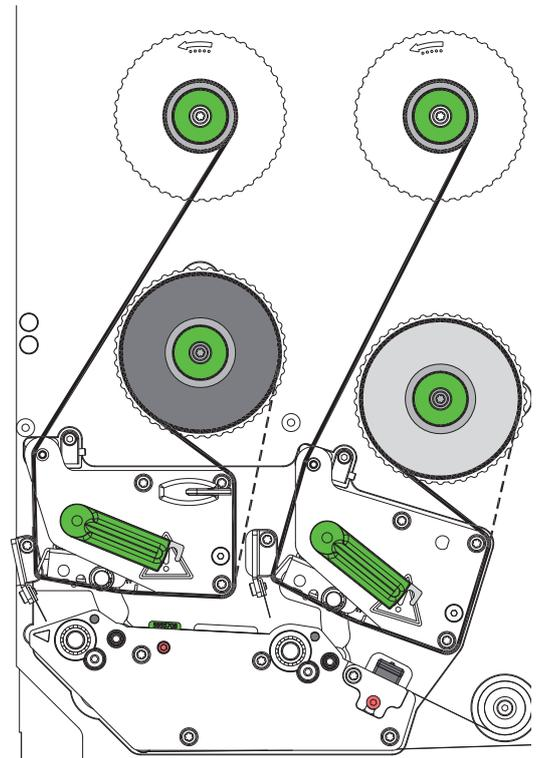

Bild 13 Transferfolienlauf
2. Hebel (6) entgegen dem Uhrzeigersinn drehen, um den Druckkopf anzuheben.
3. Transferfolienrolle (3) so auf den Abwickler (4) schieben, dass die Farbbeschichtung der Folie nach dem Einlegen auf der dem Druckkopf abgewandten Seite liegt.
4. Abwickler (4) festhalten und Drehknopf (5) entgegen dem Uhrzeigersinn drehen, bis die Rolle fixiert ist.
5. Geeigneten Kern (1) auf den Transferfolienaufwickler (2) schieben und in analoger Weise wie die Folienrolle fixieren.
6. Transferfolie wie in Bild 13 durch die Druckmechanik führen. Die gestrichelte Linie gilt für Folien mit außengewickelter Beschichtungsseite.
7. Transferfolienanfang mit einem Klebestreifen am Transferfolienkern (1) fixieren.